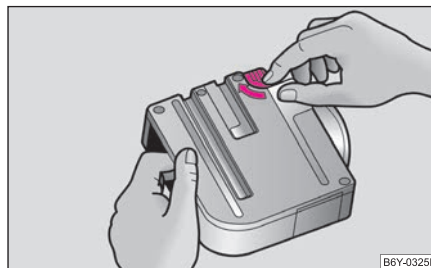

Abb. 130 CDs entnehmen
- Drehen Sie den Freigabehebel in Pfeilrichtung ⇒ Abb. 130.